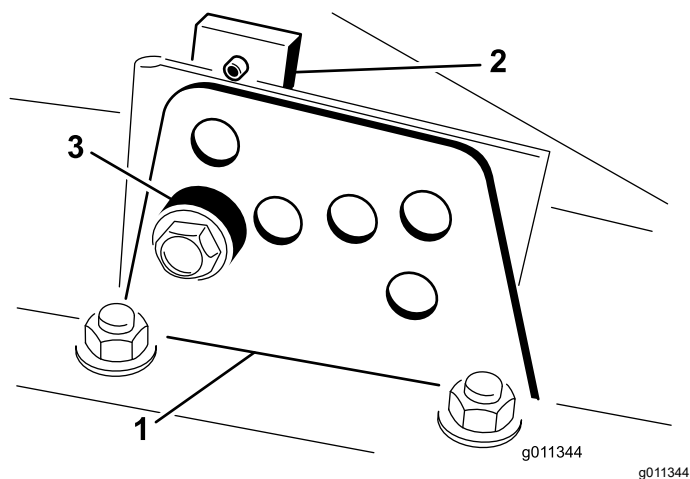

Figura 6
2. Desaperte o parafuso que prende o suporte da altura de corte à placa da altura de corte (frente e de cada lado), conforme se mostra na Figura 6.
4. Enquanto estiver suportar a câmara, retire o espaçador (Figura 6).